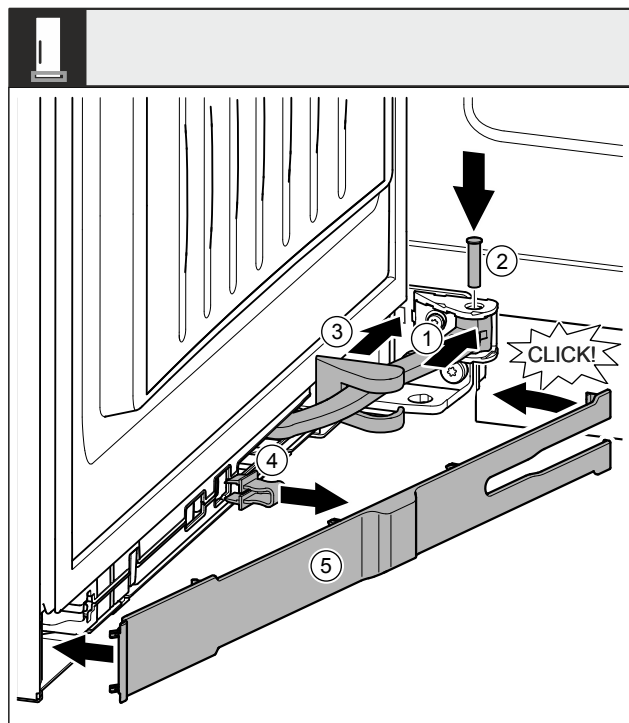

Fig. 53
- ▶ Drej leddet Fig. 53 (1) i ophængningen.
- ▶ Indsæt boltten Fig. 53 (2) i ophængningen og leddet med en skruetrækker. Sørg da for, at låseknasten sidder korrekt i noten.
- ▶ Skub hængselsafdækningen Fig. 53 (3) langs leddet, og monter den over ophængningen.
- ▶ Tag sikringen Fig. 53 (4) af.
- ▶ Påsæt panelet *Fig. 53 (5)* på grebssiden, og sving det ind.